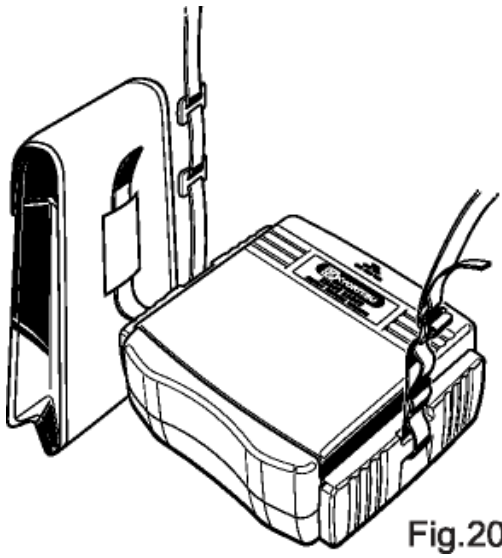

Fig.20
- 1) 将肩带从仪器主体的侧面口穿下，从底部往上穿出。（图. 20）